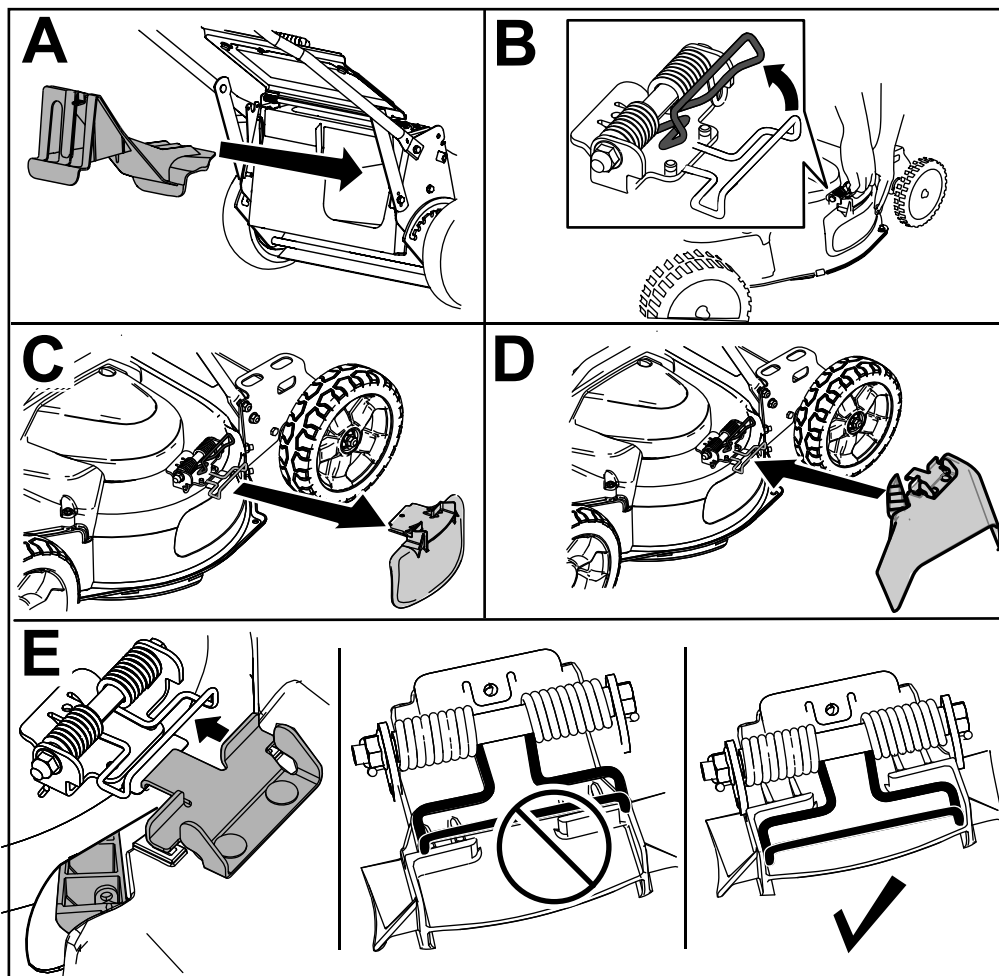

Figura 22
3. Inserite il coperchio dello scarico posteriore (A della Figura 22).
4. Togliete il deflettore di scarico laterale tirando verso l'alto la molla che lo fissa in sede e rimuovendolo (B e C della Figura 22).
5. Installate il condotto di scarico laterale tirando verso l'alto la molla, posizionando il condotto sull'apertura e abbassando la molla sulle linguette che si trovano in cima al condotto di scarico (D ed E della Figura 22).